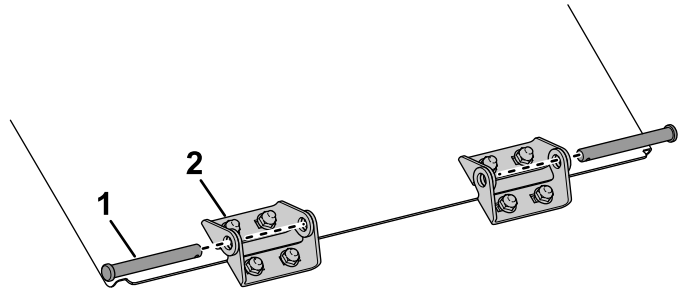
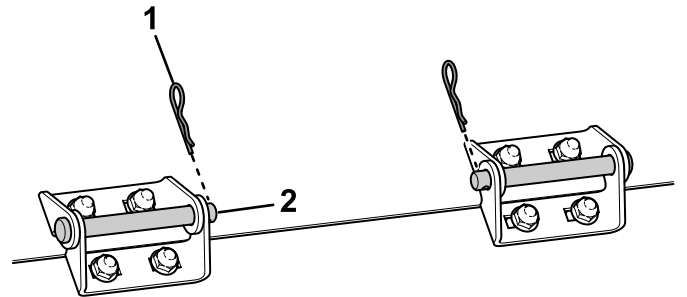

Figura 8
Figura 9
7. Montați trapa buncărului la maină conectând cele 2 părți ale balamalei la axul de basculare, aa cum se arată în Figura 8 și Figura 9.